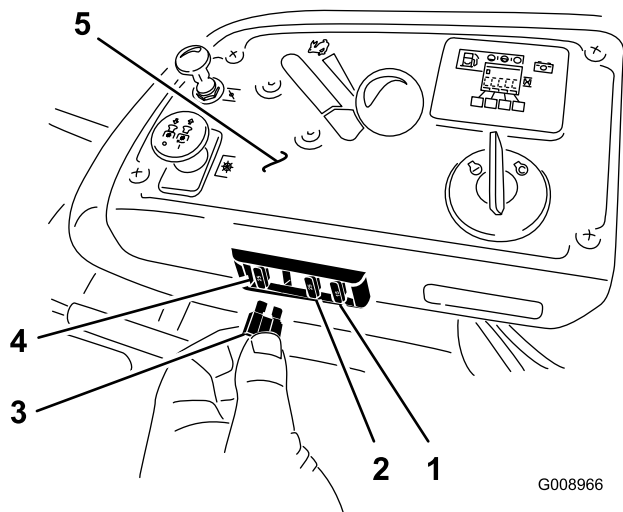

Figura 63
1. Os fusíveis encontram-se no lado direito da consola perto do banco (Figura 63).
3. Instale um novo fusível (Figura 63).